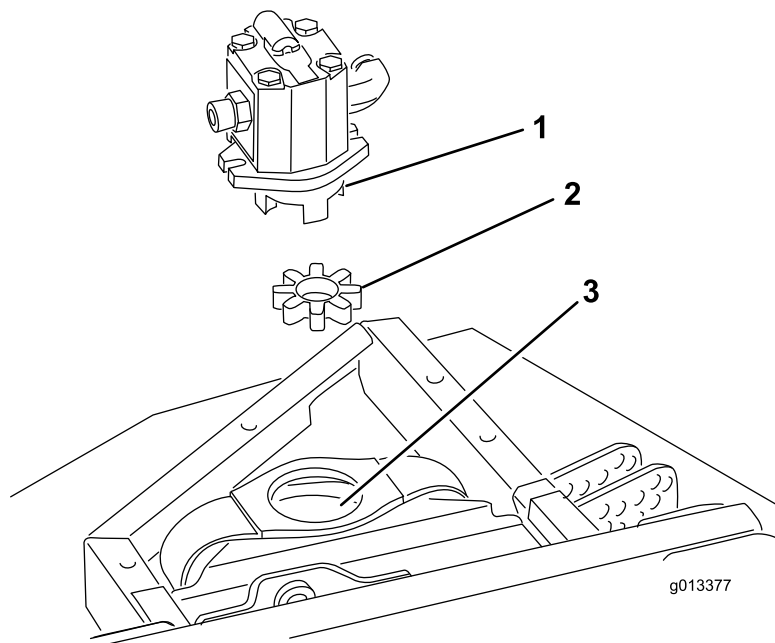

Bild 2
Hinweis: Prüfen Sie die drehkreuznabe auf Abnutzung und tauschen sie aus, wenn abgenutzte (Bild 2).
3. Entfernen Sie die dehnbare Spinne von der Innenseite jeder Riemenscheibe der Kupplung. Prüfen Sie auf Abnutzung und tauschen sie aus, wenn abgenutzt. Bewahren Sie sie sonst für den Einbau am neuen Mähwerk auf (Bild 2).